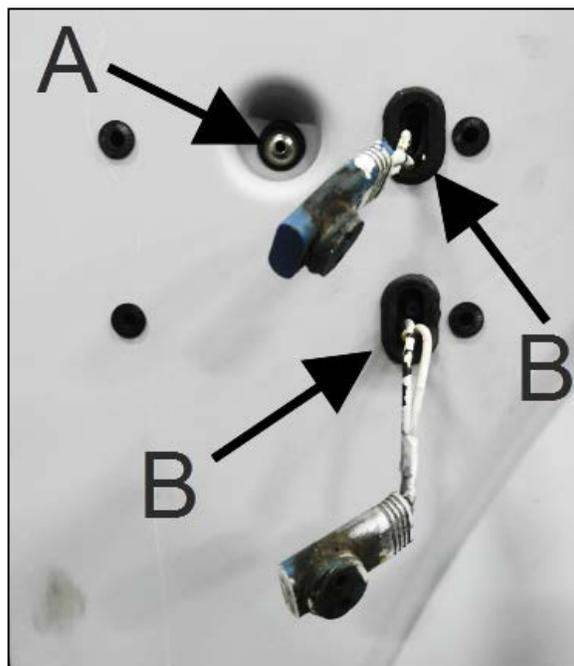

FIGURE 21
34. Installer le rivet P/N 504793 (item A, Figure 21).
35. Découper la base des passe-câble P/N 478900 (2) pour passer les fils et les installer sur l'aile comme illustrée dans Figure 21 (item B).